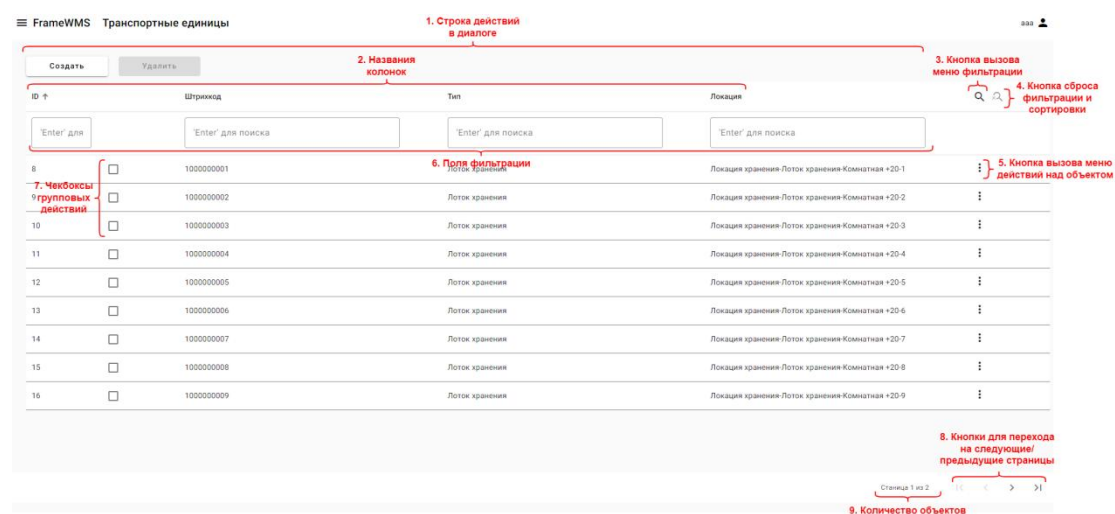
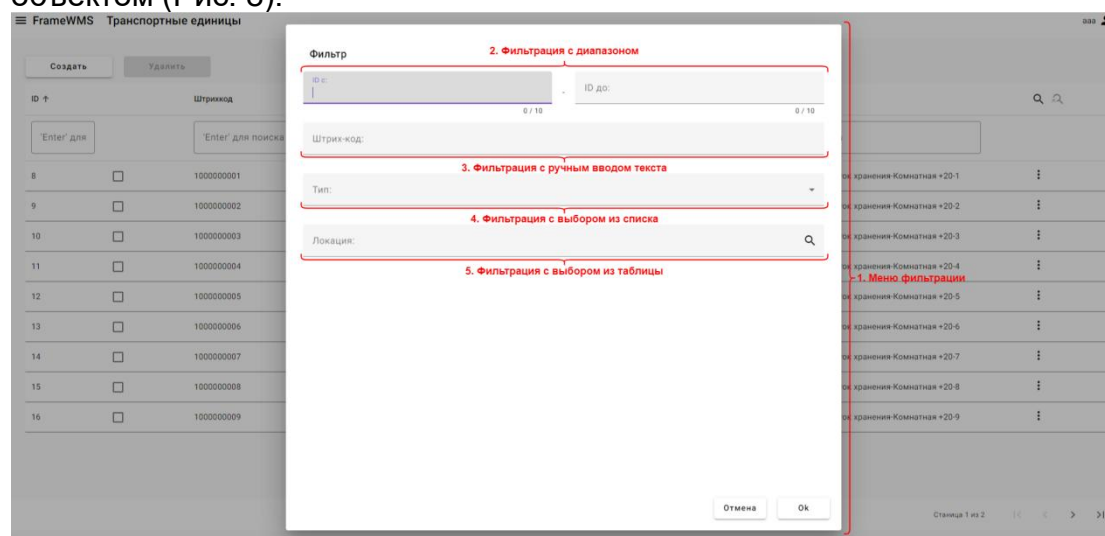
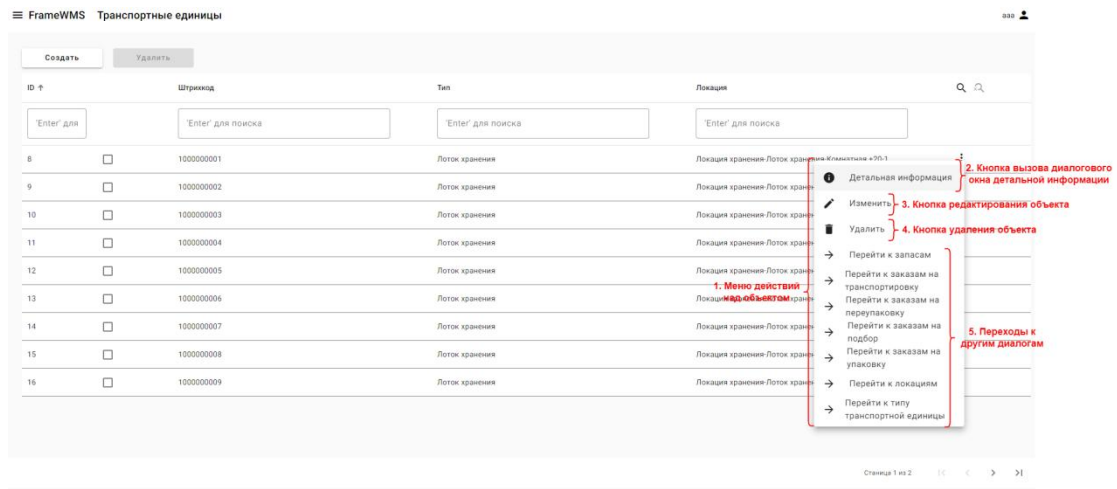

Рисунок 6: Общий вид диалога
Рисунок 7: Меню фильтрации
Рисунок 8: Меню действий над объектом
В **строке действий в диалоге** (Рис. 6, пункт 1) отображаются возможные действия в диалоге, например создание и удаление объектов.
Чекбоксы групповых действий (Рис. 6, пункт 7) - это инструмент, позволяющий совершать групповые действия, например удаление нескольких объектов одновременно. Для группового действия, необходимо проставить галочки в нескольких чекбоксах и нажать кнопку действия из строки действий в диалоге, например «Удалить».
Вверху таблицы, в табличном диалоге расположены **названия колонок** (Рис. 6, пункт 2). Нажатие на названия колонок позволяет сортировать таблицу по выбранному полю. Первое нажатие на колонку сортирует данные в таблице в прямой последовательности, повторное нажатие на колонку сортирует таблицу в обратной последовательности. Для сброса сортировки, можно использовать **кнопку сброса фильтрации и сортировки** (Рис. 6, пункт 4), расположенную в правой верхней части экрана.
В правой нижней части экрана расположены **кнопки для перехода на следующие/предыдущие страницы** (Рис. 6, пункт 8), при нажатии на самую правую стрелку, откроется последняя страница, при нажатии на самую левую - первая. Слева от кнопок перехода, расположен счётчик с **количеством объектов** (Рис. 6, пункт 9), которые отображаются в
Кнопка вызова меню фильтрации (Рис. 6, пункт 3) предназначена для вызова меню фильтрации (Рис. 7). Помимо использования меню фильтрации, в диалоге представлены **поля фильтрации** (Рис. 6, пункт 6), с помощью которых можно отфильтровать данные в таблице, согласно введенным в поля параметрам.
Кнопка вызова меню действий над объектом (Рис. 6, пункт 5) открывает меню действий, которые можно совершить над выбранным объектом (Рис. 8).
Меню фильтрации (Рис. 7, пункт 1) это инструмент, позволяющий отфильтровать объекты по введенным параметрам. Меню фильтрации открывается соответствующей кнопкой вызова меню фильтрации, расположенной в правой верхней части экрана. В меню фильтрации, бывают фильтрации разного вида, такие как:
1. **Фильтрация по диапазону** (Рис. 7, пункт 2) - необходимо ввести диапазон, согласно которому будут отфильтрованы объекты, либо ввести начало или конец диапазона.
2. **Фильтрация с ручным вводом текста** (Рис. 7, пункт 3) - необходимо ввести текст, согласно которому будет осуществлена фильтрация.
3. **Фильтрация с выбором из списка** (Рис. 7, пункт 4) - значение для фильтрации выбирается из списка.
4. **Фильтрация с выбором из таблицы** (Рис. 7, пункт 5) - в данном случае выбирается какой-либо объект из другого диалога и фильтрация происходит по данному объекту, например «Локация».
Кнопка вызова **меню действий над объектом** (Рис. 8, пункт 1) открывает окно, в котором содержится:
1. **Кнопка вызова меню детальной информации** (Рис. 8, пункт 2) - при нажатии, открывается окно с детальной информацией о выбранном объекте.
2. **Кнопка редактирования объекта** (Рис. 8, пункт 3) - в данном случае, открывается окно редактирования параметров выбранного объекта.
3. **Кнопка удаления объекта** (Рис. 8, пункт 4) - при нажатии, открывается окно подтверждения удаления объекта, если нажать «Ок», то объект будет удалён.
4. **Переход на связанные сущности** (Рис. 8, пункт 5) - при нажатии на переход, откроется диалог соответствующего объекта с фильтрацией по объекту, с которого был совершён переход.